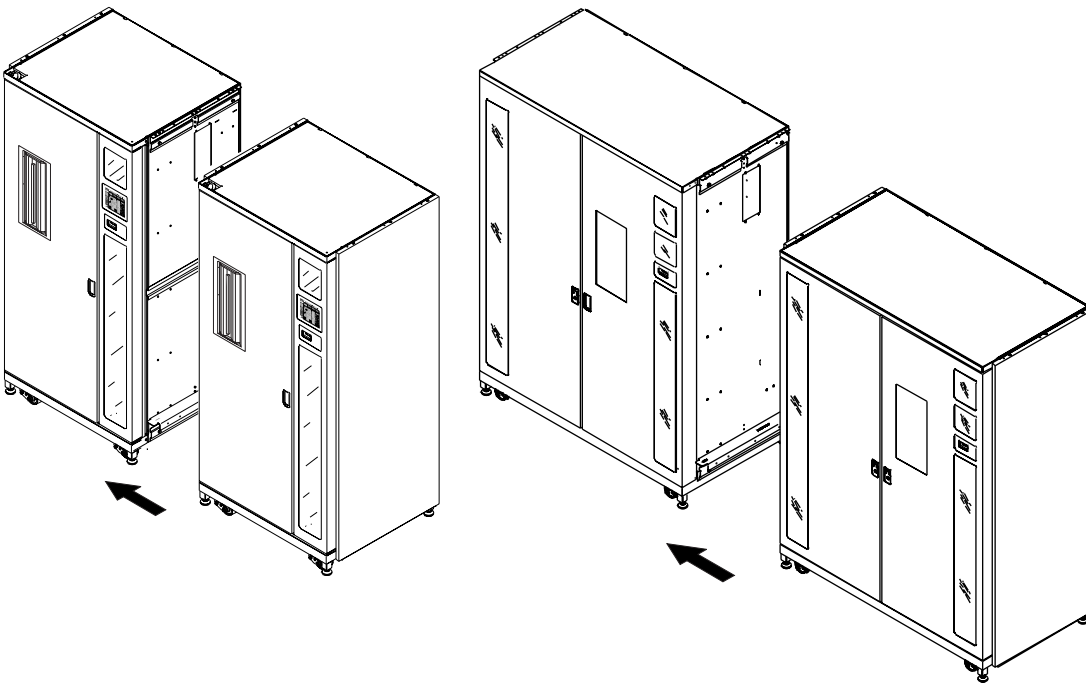

Figura 2-4. Conexión de los receptáculos de las bibliotecas
- ❶ Canal de conexión del receptáculo inferior
- ❷ Orificios de montaje del receptáculo inferior (lateral derecho de la biblioteca de cintas)
- ❸ Envoltura del cable de cinta interior
7. Junte lentamente las bibliotecas hasta que el canal de conexión del receptáculo inferior de la biblioteca de la izquierda haga contacto con la biblioteca de la derecha (consulte la Figura 2-4).